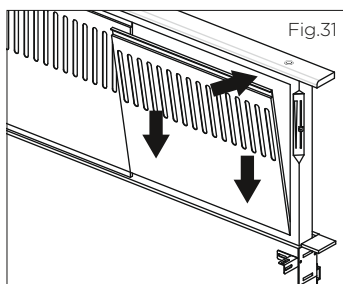

Fig.31
- Installez les filtres à graisses (Fig.31).